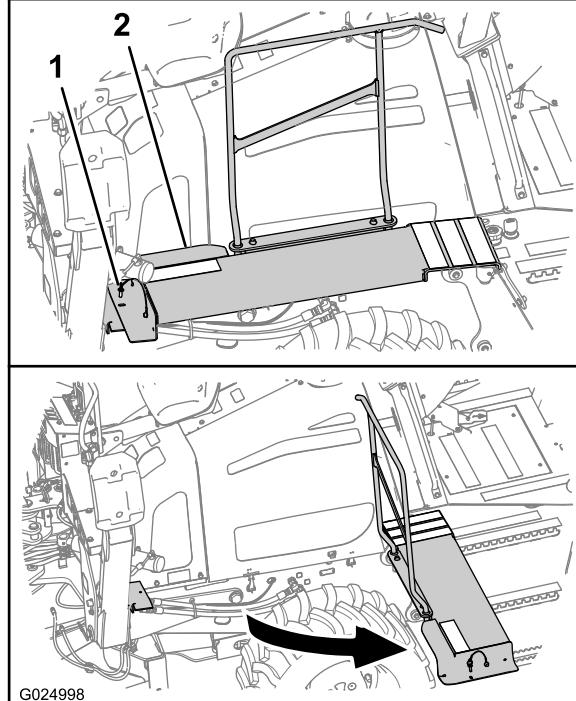

Figura 64
- A. Sul lato sinistro della macchina, rimuovete il perno di fissaggio dall'estremità anteriore della pedana (Figura 64).
- B. Ruotate la pedana estraendola dalla macchina come illustrato in Figura 64.
- Ruotate l'estremità anteriore della pedana riportandola nella sua posizione originale (Figura 64).
- Allineate il foro della pedana con il foro nella relativa staffa di supporto (Figura 64).